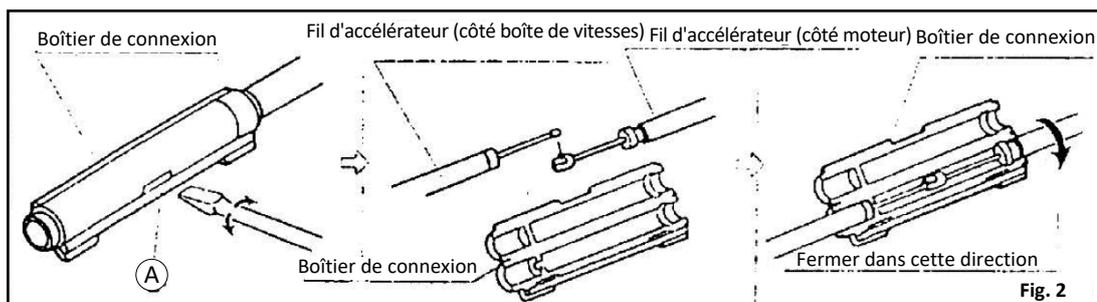

Fig. 2
**2. Connexion du fil d'accélérateur entre le moteur et le carter d'engrenage (Fig.2)**